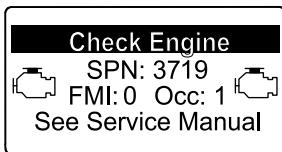

Figure 40
- Avertissement moteurSPN 3719, FMI : 0 (Figure 40)